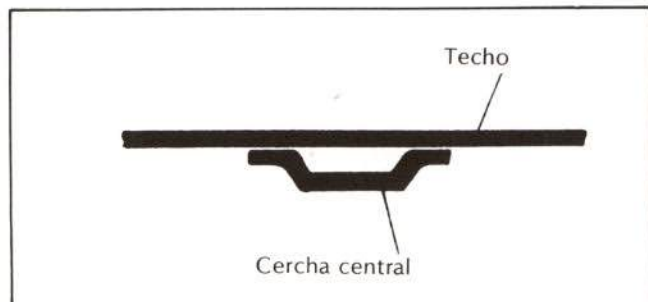

Fig. 17.—Sección parte central techo.
- *Parte central.*— Va unido a la cercha central (4d en fig. 12) mediante sellador. Esta cercha suelda en ambos extremos a los largueros laterales del techo (véase fig. 17).